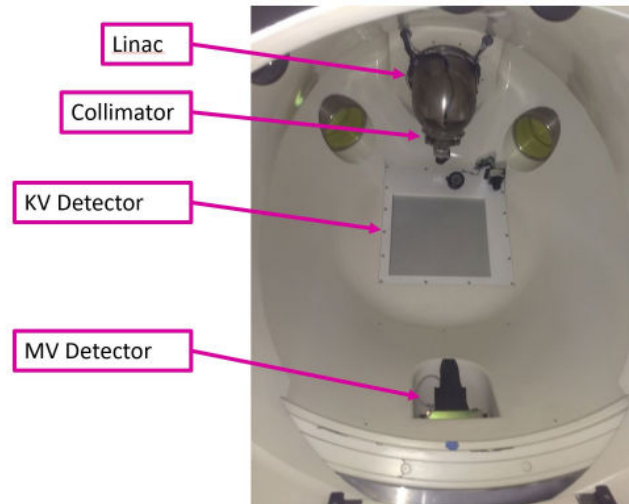

Figura 1.1.3 - Il sistema Zap-X visto dall'interno
La figura 1.1.3 mostra l'interno del sistema visto dall'ingresso del lettino.
- **Linac:** acceleratore lineare che si trova all'interno del sistema e che eroga il fascio della radiazione per il trattamento (la figura 1.1.3 mostra la parte esterna del Linac).